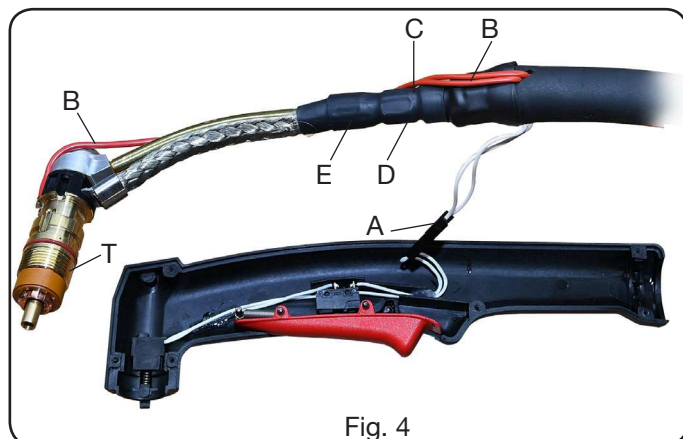
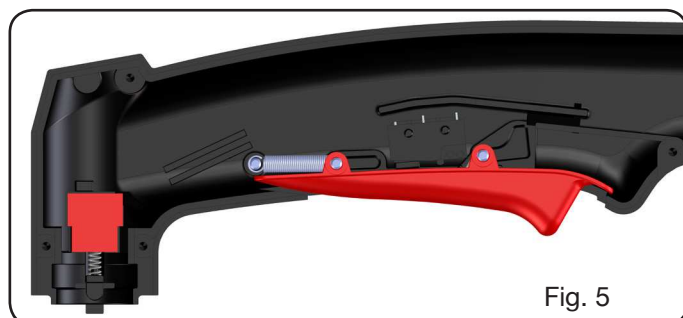

Fig. 4
Fig. 5
- Wie in Abb. 4 gezeigt den Brennerkörper **T** mit dem Kabel anheben und die Verbindungen **A** (Taster) und **B** (Pilotlichtbogen) lösen. Hierbei darauf achten, dass die Komponenten der Taster-Baugruppe (siehe Abb. 5) in ihrer ursprünglichen Position bleiben.
- Die Verbindung **B** wieder herstellen, den Brennerkörper in den Griff einsetzen und schließlich die Verbindung **A** wie in der Abbildung 4 gezeigt einsetzen und anschließen.
- Wie in Abb. 4 gezeigt den Brennerkörper mit dem Kabel anheben und die Verbindung **A** (Taster) lösen.
- Den Griff mit Taster auswechseln. Dann die Verbindung **A** wie in Abb. 4 gezeigt in den Griff einsetzen und anschließen und schließlich den Brennerkörper mit Kabel wieder in die rechte Griffhälfte einsetzen.